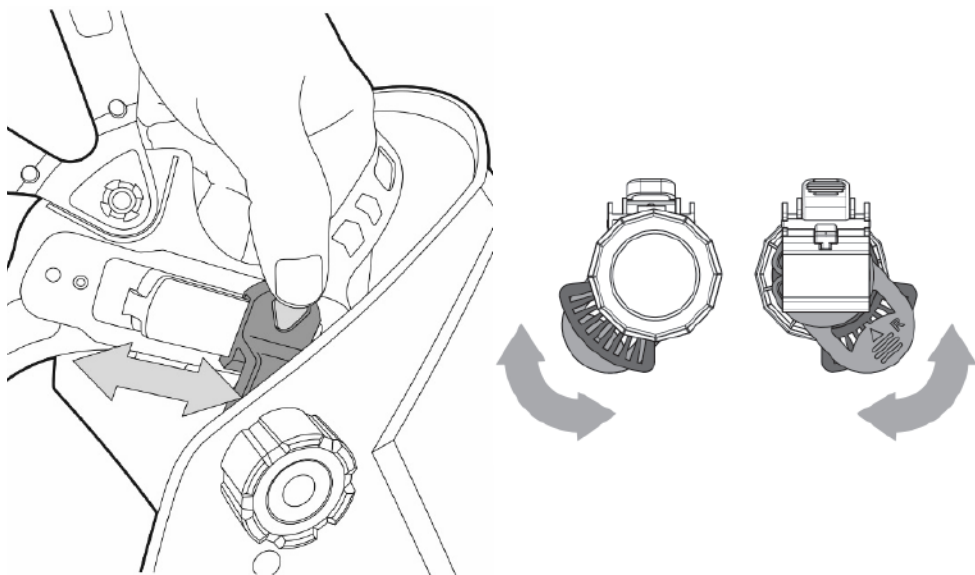
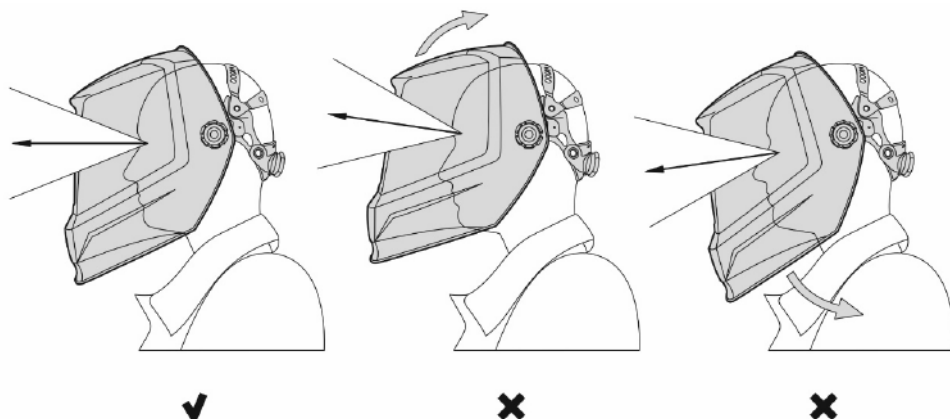

Рис. 8.5. Регулировка «ближе/дальше» и угла наклона.
Рис. 8.6. Положение щитка на голове.
**Регулировка «ближе/дальше»** (см. рис. 8.5): переместите осевой винт ближе или дальше. Не располагайте светофильтр близко к лицу, чтобы уменьшить запотевание светофильтра во время работы.
**Регулировка угла наклона щитка** (см. рис. 8.5): положение фиксатора позволяет изменять угол наклона щитка. Располагайте щиток прямо без наклонов (см. рис. 8.6).